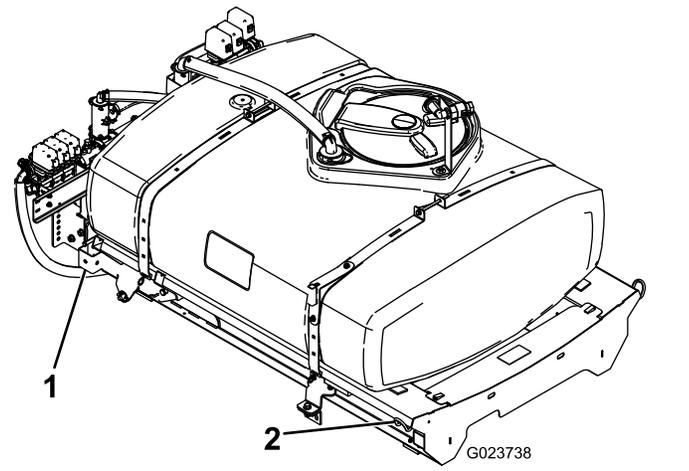

Рисунок 10
- Используя подъемное устройство, поднимите раму бака в сборе (Рисунок 10) и расположите ее поверх рамы автомобиля так, чтобы насос и клапан в сборе были направлены назад.